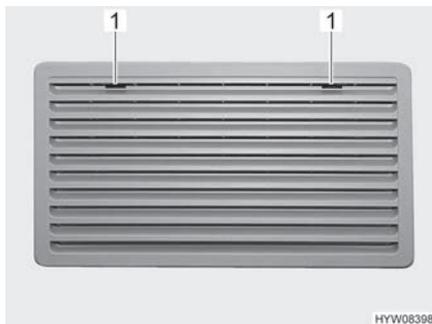
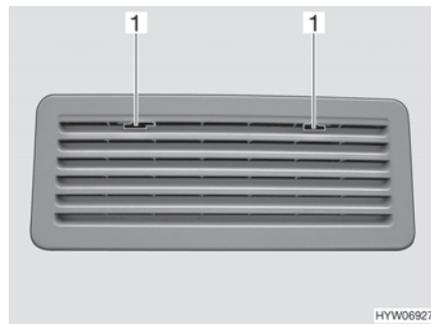

Fig. 134 Rejilla de ventilación del frigorífico (Thetford grande)
Fig. 135 Rejilla de ventilación del frigorífico (Thetford pequeño)
- Deslizar el bloqueo (Fig. 134,1 ò Fig. 135,1) hacia el centro.